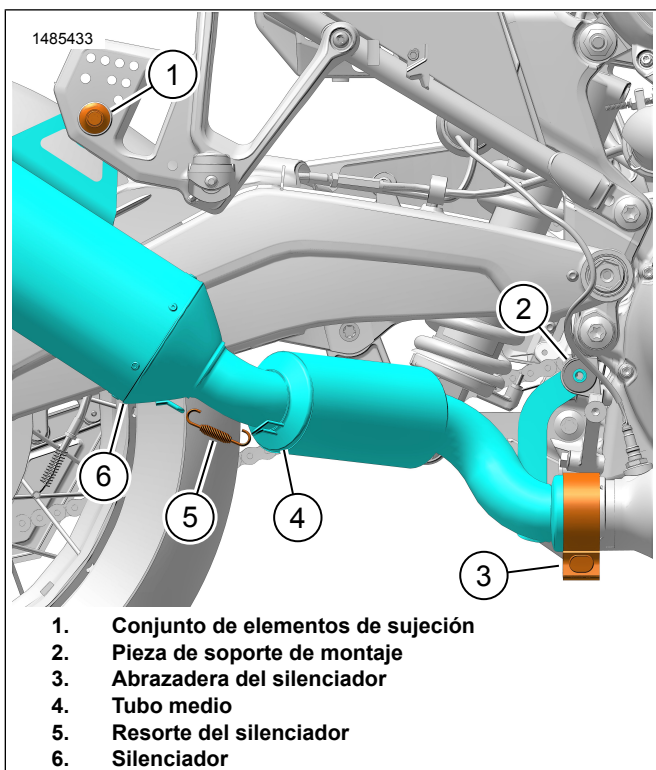

Figura 4. Ensamblaje del silenciador de Screamin Eagle
1. Figura 4 Instale el tubo medio (4) en el silenciador (6).
2. Instale el resorte del silenciador (5) en las lengüetas de montaje del resorte en el tubo medio y el silenciador.
3. Instale la **nueva** abrazadera del silenciador (3) en el tubo medio (4).